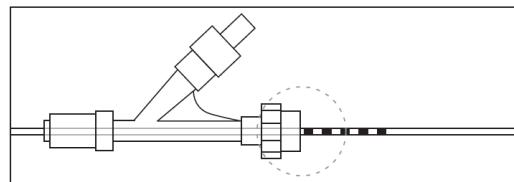

図 1
9.長さ 150cm のマイクロカテーテルを使用している場合、X 線不透過マーカーが回転式止血弁に揃うまで、デリバリーブッシュを進める(図 1)。この時点で X 線透視によるガイドを開始する。